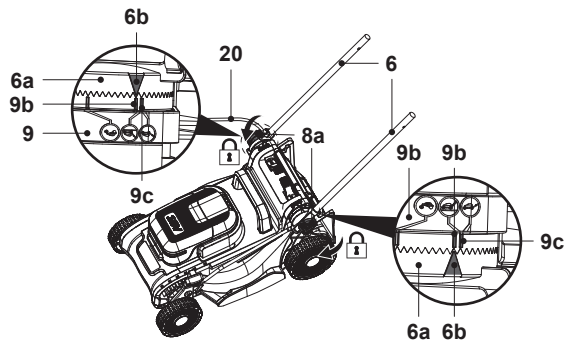

Fig. 2
3. Aliniaza triunghiul indicator (6b) de pe placa selectoare (6a) cu unul dintre indicatoarele de înălțime a mânerului (9b/9c) de pe suportul mânerului (9), apoi fixează bara mânerului inferior (6) strângând butonul de blocare (8a) (fig. 2).
4. Repetă pașii de mai sus pentru cealaltă bară a mânerului inferior (6).
5. Ai grijă să montezi barele mânerului inferior (6) la aceeași înălțime în ambele părți.
6. Ai grijă să treci cablul de control (20) pe deasupra barei mânerului inferior (6).